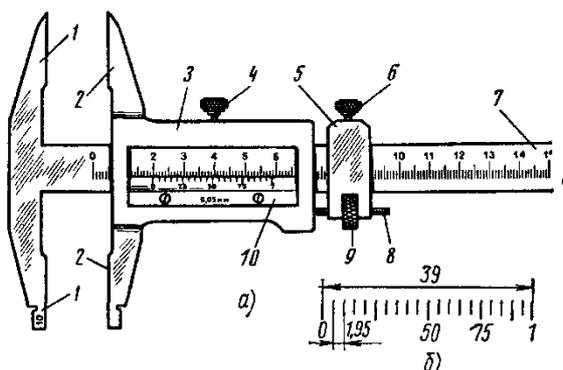

Рис. 6. Штангенциркуль ШЦ-II:
1. Ознакомьтесь с конструкцией штангенциркуля ШЦ-II (рис. 6, а).
2. Изучить устройство нониуса: он имеет длину 39 мм, разделен на 20 частей. Одно деление нониуса составляет $39:20=1,95$ мм (рис.6, б), это на 0,05 мм меньше целого числа.